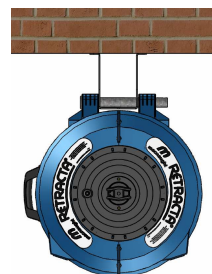

Fig.2 BU100 - Obenliegend
- B) Die Montageklammer BU100 (im Lieferumfang) eignet sich für die Montage der Haspel an eine Wand in einer Höhe bis zu 1,8 m oder an eine Decke in einer Höhe bis zu 4,5 m (siehe Abbildungen 1 und 2). Diese Klammer ermöglicht, dass die Haspel in Gebrauchsrichtung geschwenkt werden kann. Wenn die Haspel bei Deckenmontage nicht schwenkbar befestigt werden soll, montieren (Abbildung 2) Sie nur die Befestigungsklammer RB9 (im Lieferumfang).